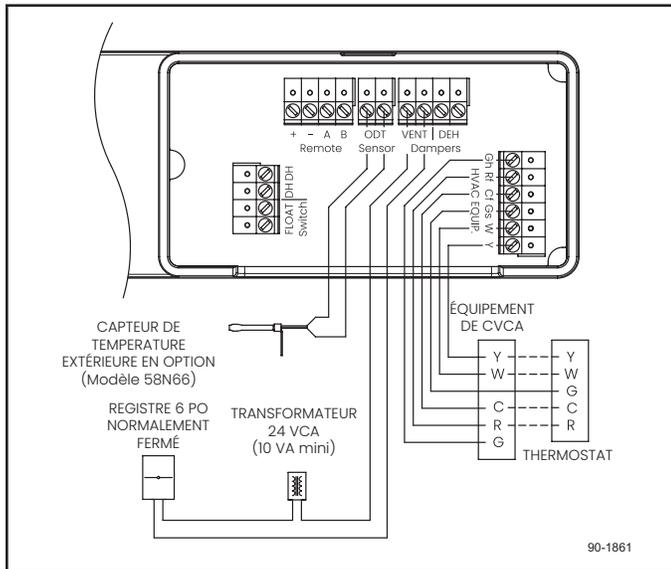

Figure 28. Câblage de la ventilation
Lorsqu'il est câblé comme indiqué à la **Figure 28**, le registre de ventilation s'ouvre à chaque demande de chauffage (W), de climatisation (Y) ou de ventilateur (Gs) du système de CVAC, ce qui permet d'introduire de l'air frais lorsque le ventilateur du CVAC fonctionne (voir la section **Ventilation avec un contrôleur externe** ci-dessous pour les exceptions). Le registre de ventilation s'ouvrira également si le déshumidificateur fonctionne. **VENTILATION** s'affiche sur le contrôleur du déshumidificateur lorsque le déshumidificateur ventile. Lorsque la demande du CVAC se termine, que le déshumidificateur s'arrête ou lorsque la durée de ventilation programmée a été atteinte, le registre de ventilation se ferme.